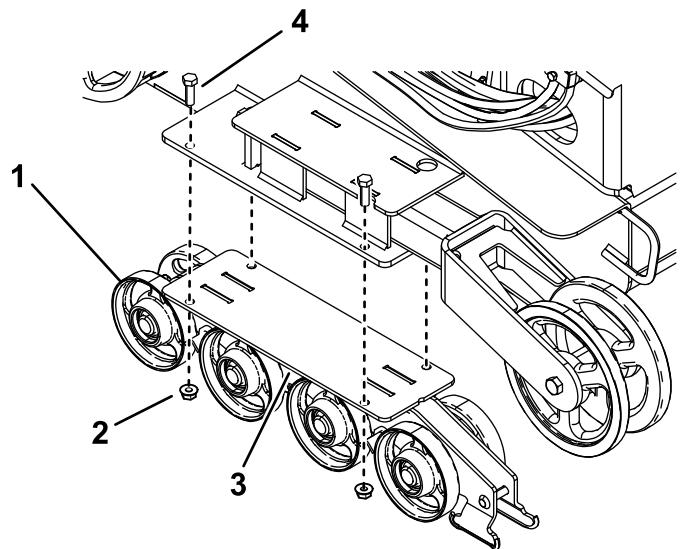

Figura 49
- Rimuovete i 4 bulloni e dadi che fissano ciascuna guida inferiore dei cingoli che contiene le ruote non motrici e rimuovetele (Figura 49).